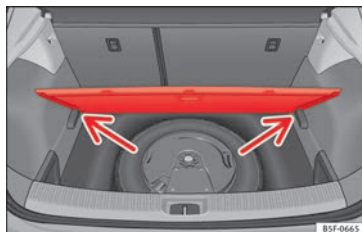

Fig. 180 Bagageira: piso variável
- Apoie o piso sobre os alojamentos previstos para o efeito »» Fig. 180 (setas).